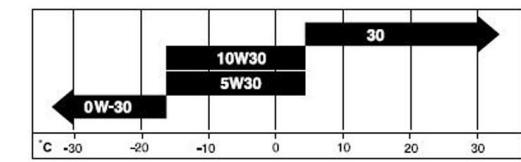

Рис. 5
7.1 Проверка уровня масла в двигателе (Рис. 5, 6)